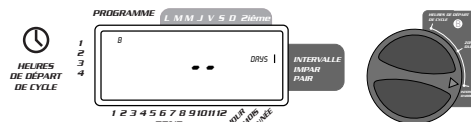

FIGURE 8: Affichage LCD avec intervalle d'arrosage
- Positionner le commutateur sur **INTERVALLE D'ARROSAGE**. Le curseur clignotera à la gauche du mot **INTERVALLE** [Voir Figure 8].